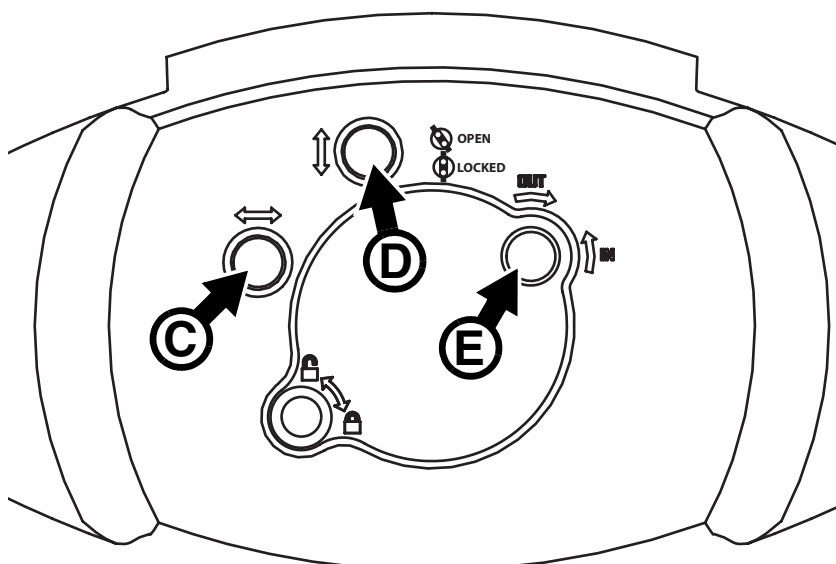

Figure 11: Réglage de la lampe
4. Voir Figure 11. Utilisez les vis Torx 20 **C**, **D** et **E** pour obtenir le faisceau le plus uniforme